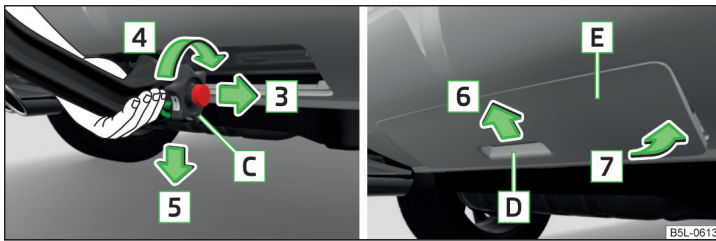

Fig. 154 Détacher la boule d'attelage / Mettre le capuchon au niveau de la boule d'attelage arrière
- Prenez la boule d'attelage **par le bas** et de l'autre main, tirez la roue à main **C** dans le sens de la flèche **3** » fig. 154.
- Saisissez le capuchon au niveau de la boule d'attelage arrière **E** » fig. 154 par la poignée **D** et positionnez-le dans le sens de la flèche **6** sur les crochets situés en dessous du rebord supérieure du pare-chocs.